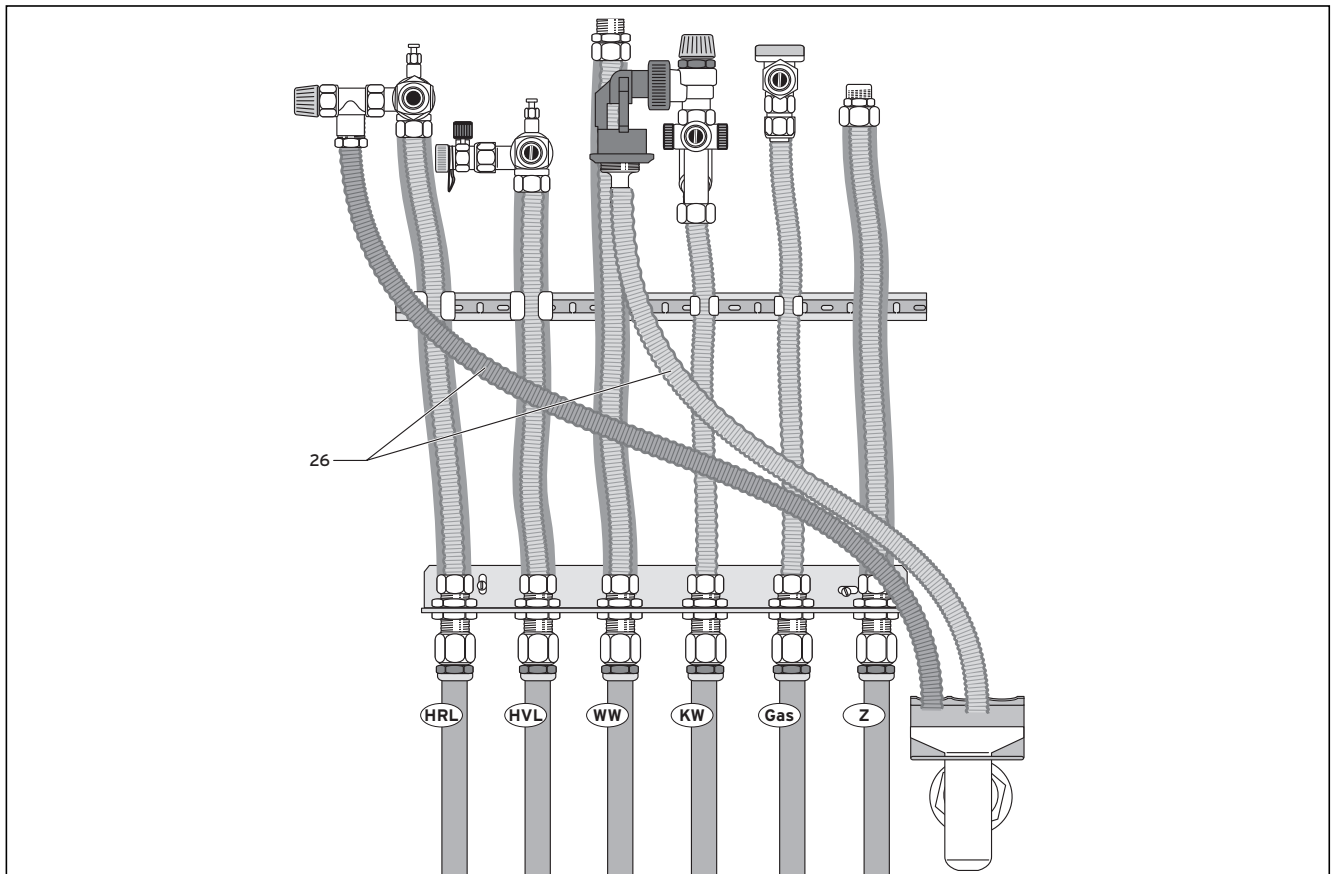

Abb. 2.3 Montage der Anschlusskonsole ohne Trinkwasser-Ausdehnungsgefäß (ADG)
- Schließen Sie die Edelstahl-Wellrohre mit den Überwurfmuttern gemäß Abb. 2.3 an die Anschlussstücke der Konsole an. Die Dichtung ist bereits in der Überwurfmutter konfektioniert.
- Stecken Sie die Kunststoffschläuche (26) auf die Schlauchanschlüsse des Sicherheitsventils der Heizung und der Sicherheitsgruppe.